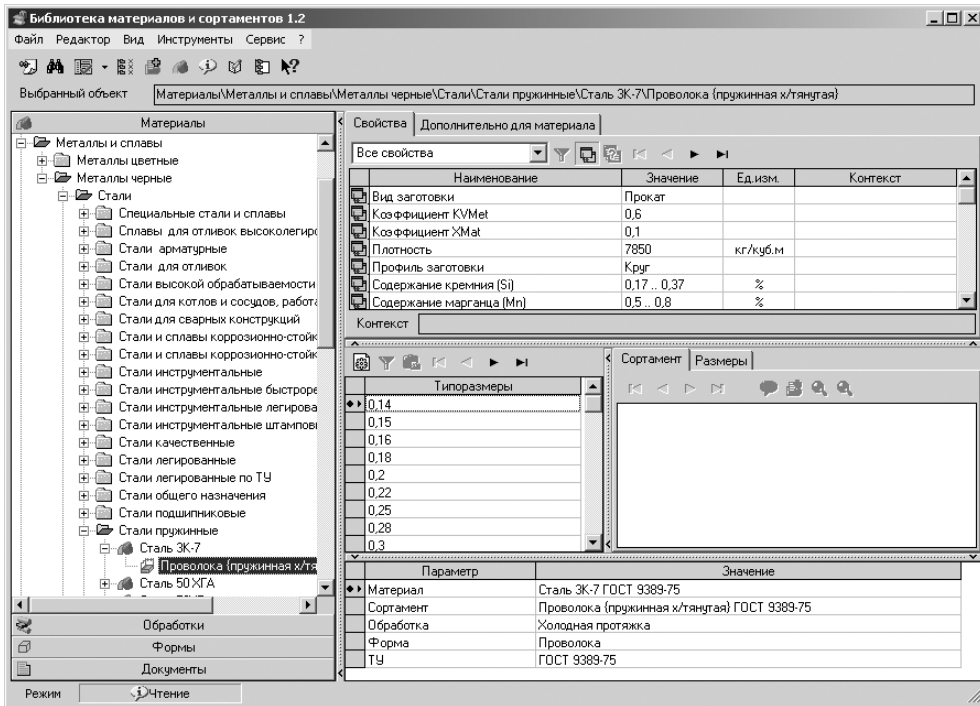

Рис. 4.96. Возможное состояние окна системы **Библиотека материалов и сортов 1.2**
- щелкните по пункту **Проволока (пружинная х/тянутая)**. Появятся все типоразмеры этой проволоки и их характеристики в окне системы **Библиотека материалов и сортаментов 1.2**, см. рис. 4.96;